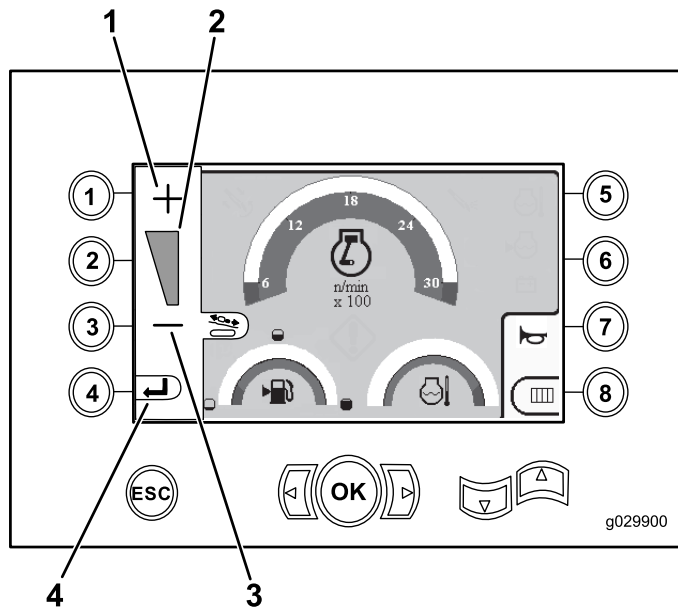

Figura 5
1. Pulse el botón 1 para aumentar la potencia de empuje, o el botón 3 para reducir la potencia de empuje de la máquina (Figura 5).
2. Después de ajustar la potencia de empuje, pulse el botón 4 (Figura 5), y vuelva a la Pantalla principal \(página 1\) o a la Funciones principales de perforación mostradas en la pantalla de Presión \(página 2\).